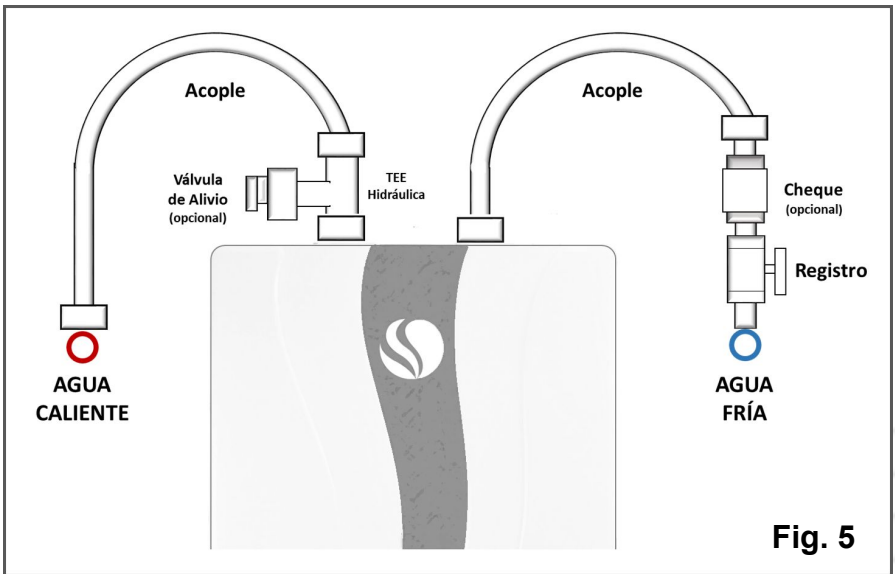

Fig. 5
- 2) Según muestra Fig. 5. instale registro (obligatorio), cheque (opcional), válvula de seguridad (opcional). Enganche el calentador a los tornillos instalados en la pared, en su posición definitiva.
Con el fin de servir como guía práctica, la **Tabla 1** (a continuación) muestra imágenes *reales* de los componentes nombrados en la Fig. 5 de la página anterior.